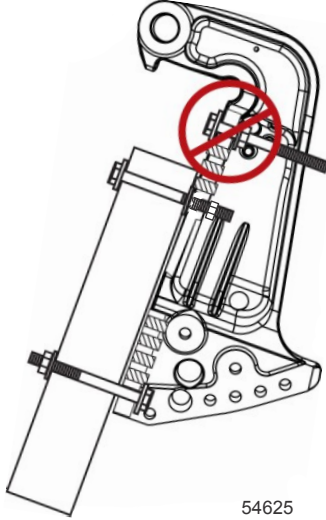

Figura 2
1. No montar un accesorio en el soporte de sujeción del peto de popa sin el apoyo necesario. Consultar la Figura 2.